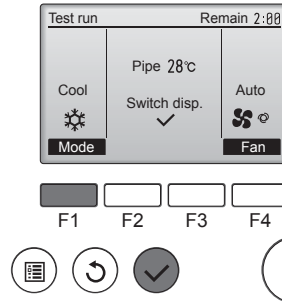

Fig. 6-5
- Pulse el botón **[F1]** para recorrer los modos de funcionamiento siguiendo el orden de "Cool" (Frío) y "Heat" (Calor). (Fig. 6-5)